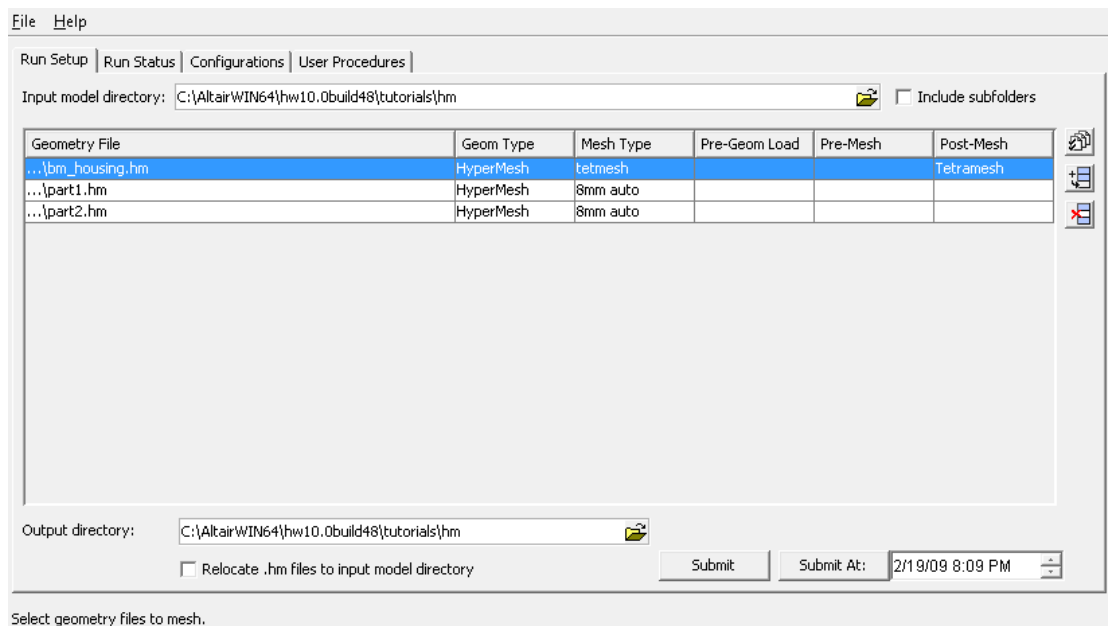

图 4-30 作业递交
(2) 在 Post-Mesh 一栏中, 针对 bm_housing.hm 文件选择 STEP 3 中定义的名为 tetmesh 的用户自定义路程。
(3) 通过调用 tetmesh 流程, 二维网格剖分阶段结束后, Batch Mesher 将对名为 bm_housing.hm 的模型执行四面体网格剖分, 如图 4-30 所示。